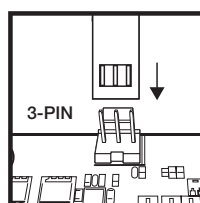

Figura 2
- > Collegare il cavo tachimetro della pompa all'header VENTOLA_CPU sulla scheda madre (Figura 2).